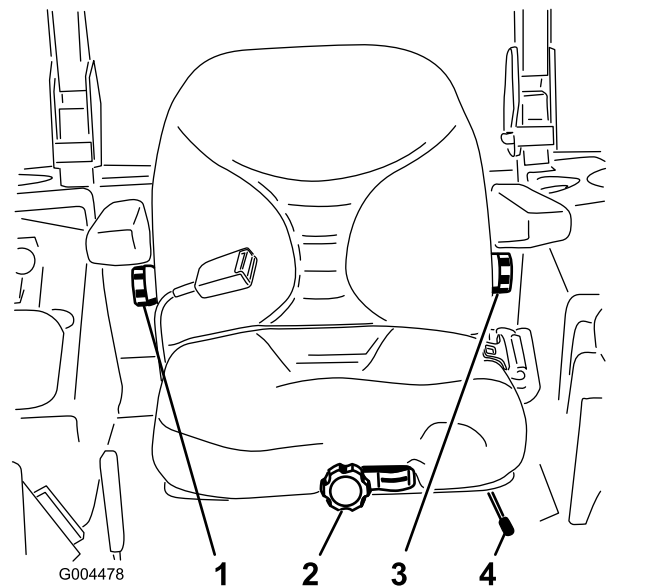

Figura 15
1. Para ajustar el asiento, mueva la palanca lateralmente para desbloquear el asiento (Figura 15).
Para ajustar el respaldo del asiento, gire el pomo situado debajo del reposabrazos derecho en cualquier sentido hasta encontrar la posición más cómoda (Figura 15).
Para ajustar el respaldo del asiento, gire el pomo situado debajo del reposabrazos izquierdo en cualquier sentido hasta encontrar la posición más cómoda (Figura 15).